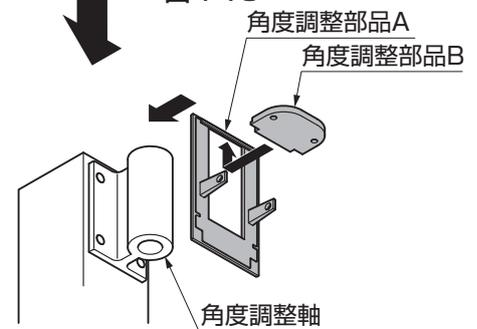

図4-20
- ④ 角度調整部品Aに角度調整部品Bを取付けて角度調整軸にはめ込んでください。(図4-20参照)